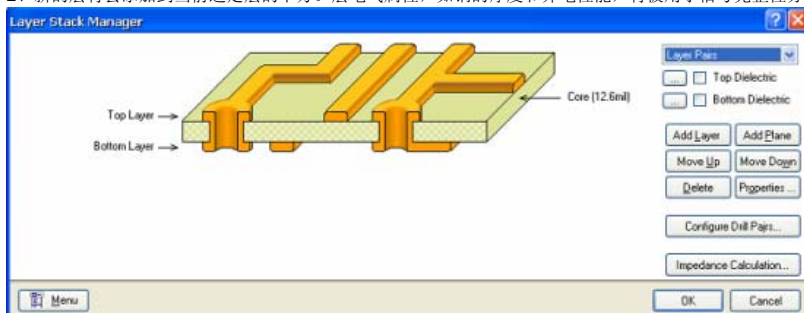

图6-18 层堆栈管理
- 1、选择Design>>Layer Stack Manager [快捷键: D, K]，显示层堆栈管理对话框，如图6-18所示。